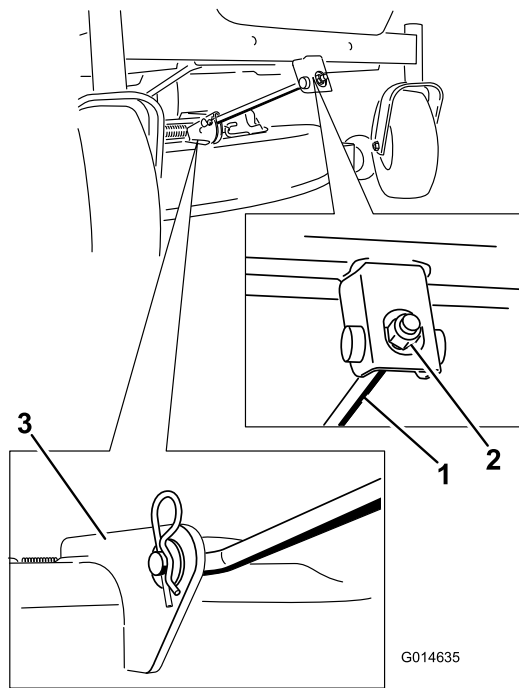

Figura 70
4. Retire el pasador de horquilla de la varilla de soporte delantera y retire la varilla del soporte de la carcasa (Figura 70).
6. Para carcasas de 152 cm (60"), retire los 2 muelles de elevación de la carcasa (Figura 70).
7. Conecte la varilla de soporte delantera a la carcasa de corte con el pasador y la chaveta (Figura 70).